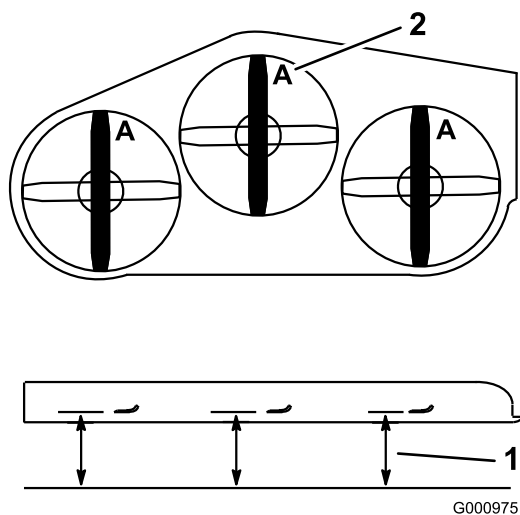

Figure 80
- Mesurez la distance entre la surface plane et le tranchant (position A) des lames (Figure 80).